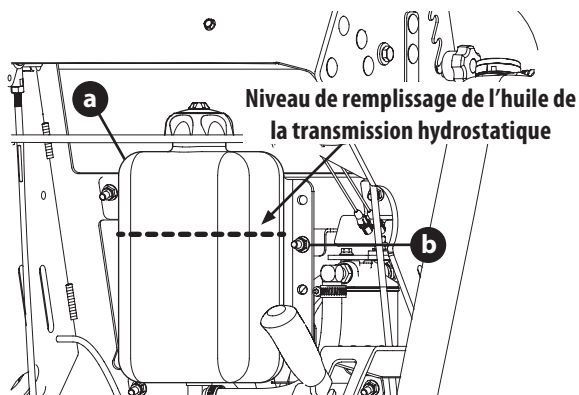

Fig. 26
1. Repérez le réservoir d'huile de la transmission hydrostatique (a) derrière le moteur, sous le panneau de commande (Fig. 26 à la page 95).
2. Assurez-vous que le niveau du réservoir d'huile de la transmission hydrostatique se trouve juste au-dessus des boulons de montage du réservoir supérieur (b) (Fig. 26 à la page 95).
7. Ajoutez de l'huile de transmission hydrostatique jusqu'à ce que le niveau soit au même niveau que les boulons de montage du réservoir supérieur (Fig. 26).